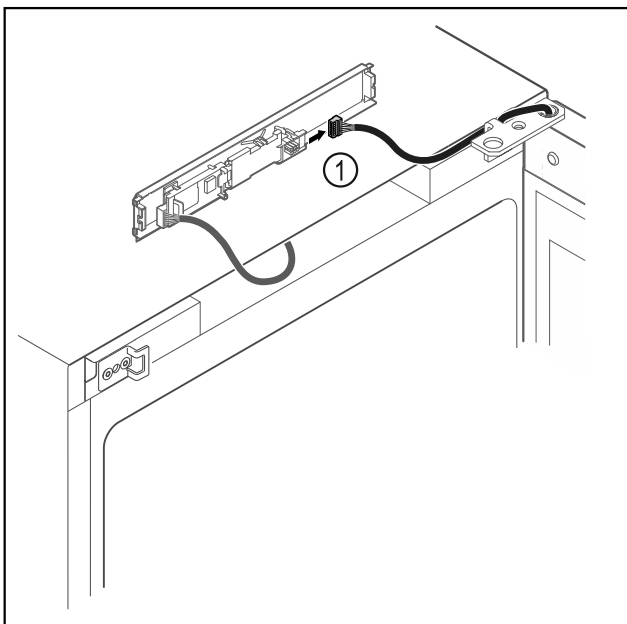

Fig. 14
- Lossa kontakten Fig. 14 (1) från kretskortet.